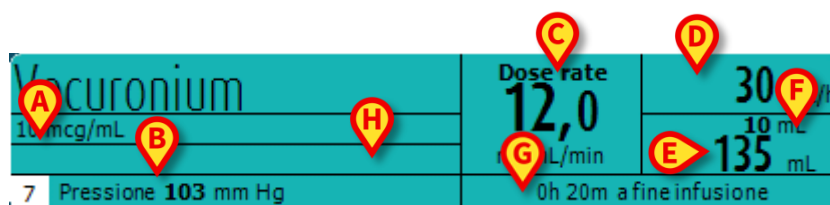

Fig 13
Sul riquadro che rappresenta la pompa possono essere visualizzate diverse informazioni (Fig 13).
- la concentrazione del farmaco (Fig 13 **A**);
- la pressione del circuito di infusione (Fig 13 **B**); da configurazione è possibile impostare un valore-soglia per la pressione; quando questo valore è superato il valore è visualizzato in giallo;
- la dose ("Dose Rate" - Fig 13 **C**); o la dose "target" quando si sta lavorando in modalità farmacocinetica. In questo caso accanto al nome appare l'icona del target mostrata in Fig 5.
- la velocità di infusione ("Volume Rate" - Fig 13 **D**);
- il volume totale infuso (Fig 13 **E**);
- il volume rimanente nella siringa (Fig 13 **F**).
- il tempo mancante alla fine della siringa (Fig 13 **G**);
- il profilo del farmaco, se specificato in configurazione (Fig 13 **H**).